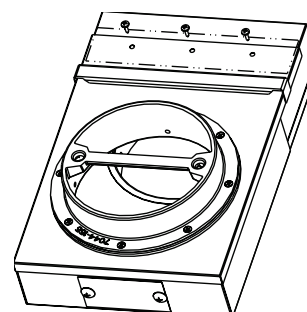

Figure 19.5
4. Découpez le joint à la longueur appropriée et glissez-le entre les chambres supérieures et inférieures en l'alignant avec les trous des vis. Fixez les chambres supérieures et inférieures avec les vis fournies. **Figure 19.5**.